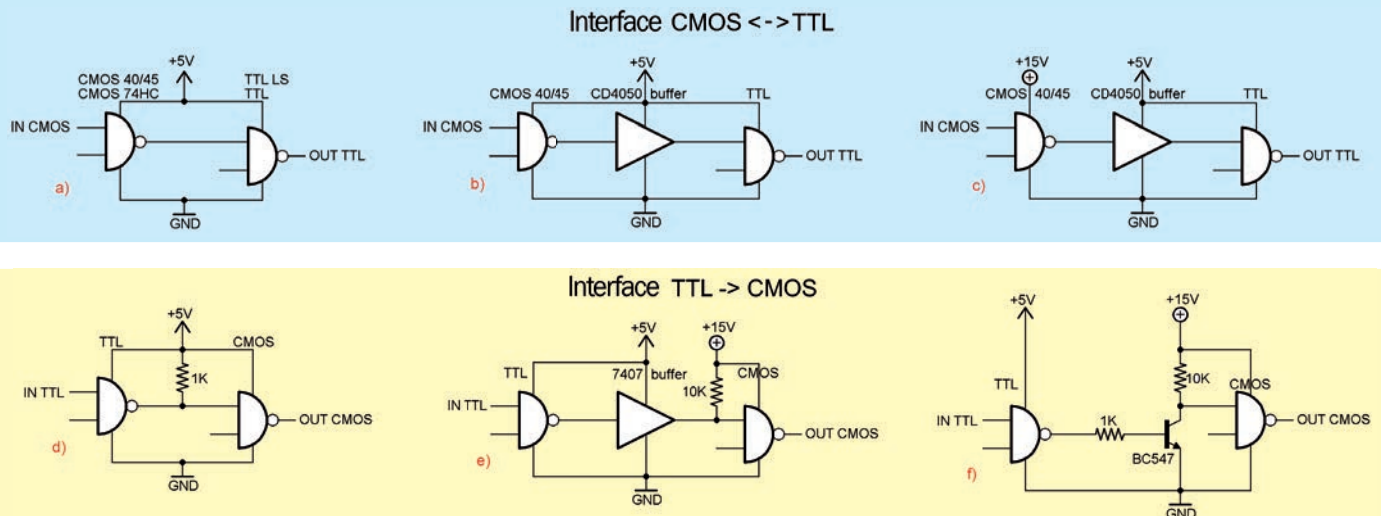

Figure 2 : solutions pour l'interfaçage entre les circuits TTL et CMOS
En figure 2, nous montrons un certain nombre de solutions pour l'interfaçage des circuits **TTL** et **CMOS** et vice versa. Nous devons dire clairement que, quand nous parlons de familles **CMOS** et **TTL**, nous nous référons au type de niveau logique.
a) dans le schéma « a » (partie supérieure) de la figure 2 vous
e) le schéma « e » du bas de la figure 2 est l'équivalent du schéma « c »